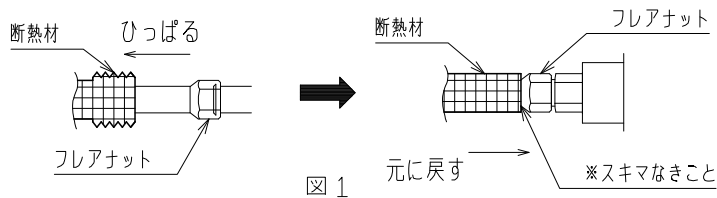

図1
1. 現地冷媒配管にフレアナットを差込み、フレア拡管する際に断熱材を引っ張り拡管後、銅管が露出ないように断熱材を元に戻してください。（図1）